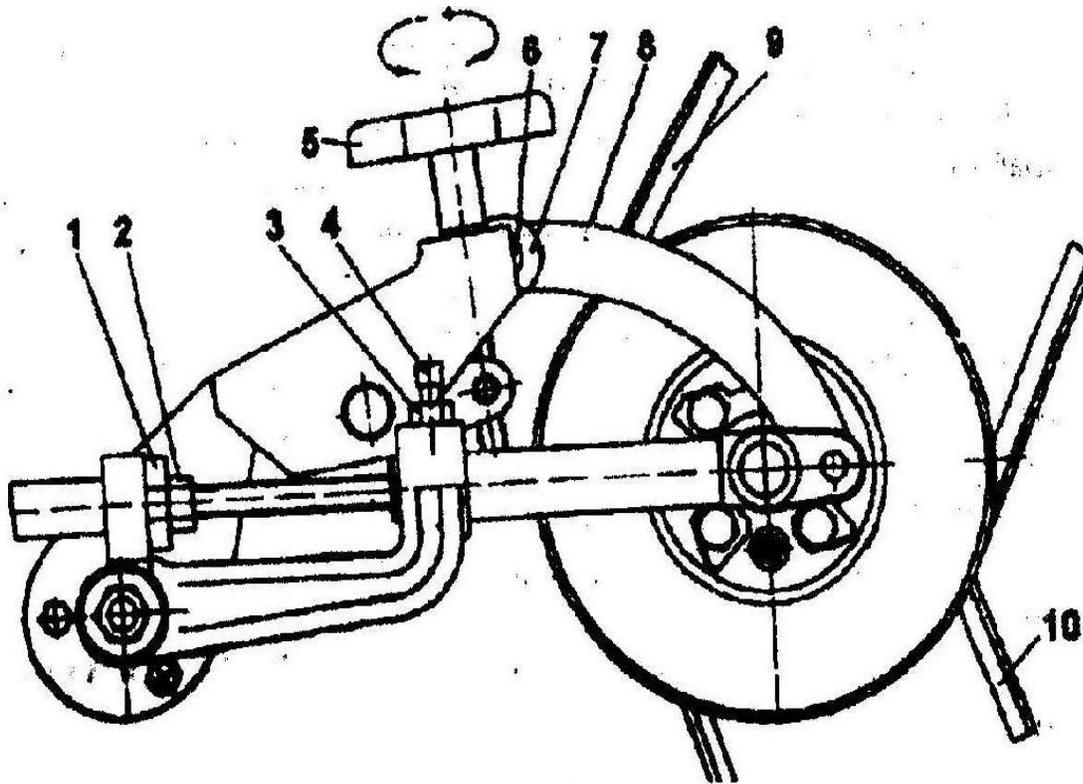

Рис. 34. Механизм управления вариатором вентилятора очистки:
- 1) расшплинуйте ось 6 (рис. 34) и отсоедините тягу 8 от рычага 7;